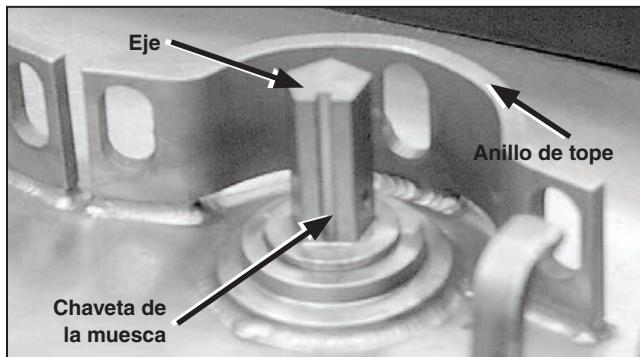

Figura 96. La chaveta de la muesca del operador.
**Nota:** Quizá sea necesario girar de forma manual el eje del moto-operador (dándole vuelta al disco de operación) para alinear la chaveta de la operador con la chaveta de la muesca del operador. Ver Figura 96.